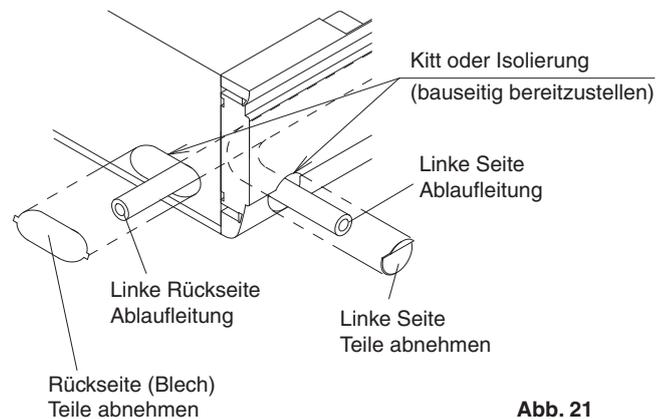

Abb. 21
- Ablaufleitungen können aus den folgenden Richtungen angeschlossen werden: Für rechts hinten/rechts siehe **Abb. 18** unter "6. KÄLTEMITTELEITUNGSARBEITEN", und für links hinten/links siehe **Abb. 21**.